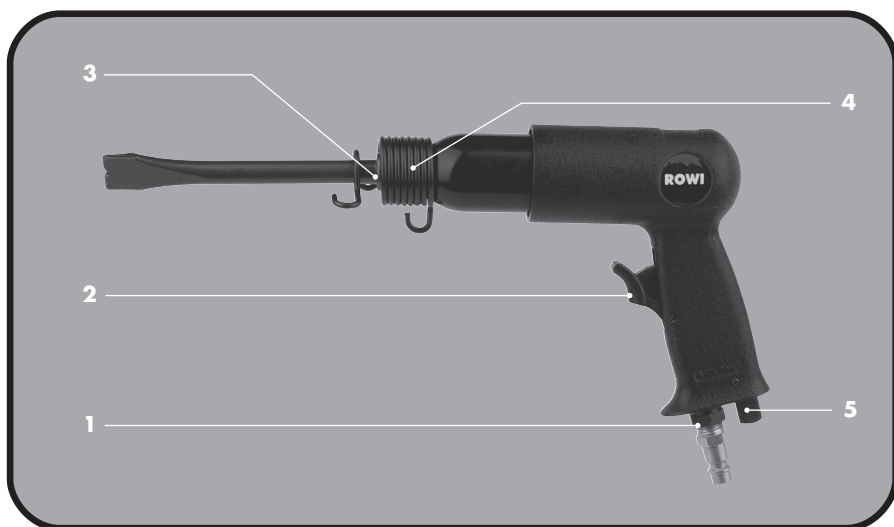

Abb. 2: Geräteübersicht
1. Schrauben Sie den im Lieferumfang enthaltenen Gewindestecknippel in das entsprechende Gegengewinde (siehe Abb. 2, Nr. 1) am Druckluft-Meißelhammer.
1. Wählen Sie einen passenden Meißel aus und stecken Sie diesen in die Sechskantaufnahme (siehe Abb. 2, Nr. 3) des Meißelhammers.
2. Schieben Sie die Schnellspannfeder (siehe Abb. 2, Nr. 4) über den Meißel und drehen Sie diese mit Hilfe des Sicherheitsbügels am vorderen Ende fest auf das Gewinde. Nur so ist ein fester Halt des Werkzeuges und somit ein sicherer Betrieb des Druckluft-Meißelhammers gewährleistet.
Die Einstellung der Schlagzahl erfolgt über die Regulierung der Luftzufuhr (siehe Abb. 2, Nr. 5). Drehen Sie den Luftzufuhrregler nach rechts um die Luftzufuhr zu verringern und die Schlagzahl zu minimieren bzw. nach links um die Schlagzahl zu erhöhen.
3. Schalten Sie den Kompressor ein. Lassen Sie den Kompressor einmal so lange laufen, bis der maximale Kesseldruck erreicht wurde und das Gerät abschaltet. Betätigen Sie dann den Abzugshebel (siehe Abb. 2, Nr. 2), um das Gerät zu starten.
- ▶ Zum Abschalten des Druckluft-Meißelhammers den Abzugshebel (siehe Abb. 2, Nr. 2) loslassen.